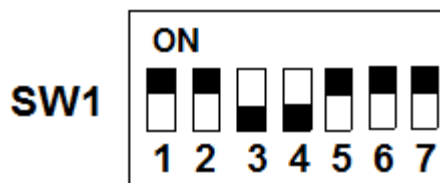

Рис.5.7
- ◇ Перед пуском блока №1 установите DIP -переключатели SW1 в следующее положение: SW1-3: **OFF**; SW1-4: **OFF**; SW1-5: **ON** (рис.5.7)